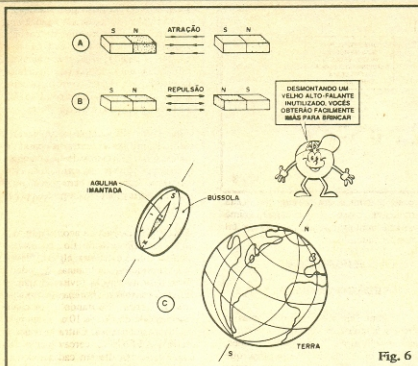

Fig. 6
- FIG. 6-A - As extremidades ou polos de "nome diferente" (NORTE com SUL ou vice-versa...) se ATRAEM (um "quer puxar" o outro para perto de si...).
- FIG. 6-B - Já extremidades ou polos de "nome igual" (NORTE com NORTE ou SUL com SUL...) se REPELEM (um "quer jogar" o outro para longe de si...).
- FIG. 6-C - Assim, se laminarmos um pedaço de ímã natural na forma de uma agulha (um losango estreito e longo), e pivotarmos tal agulha em torno de um eixo central bem equilibrado (que permite à agulha um giro livre...), o polo sul magnético do ímã/agulha "procurará" sempre apontar para o polo norte magnético da Terra. É isso (para os poucos que ainda não sabem...) a tal de BÚSSOLA (sem a qual os Escoteiros estariam absolutamente ferrados...).